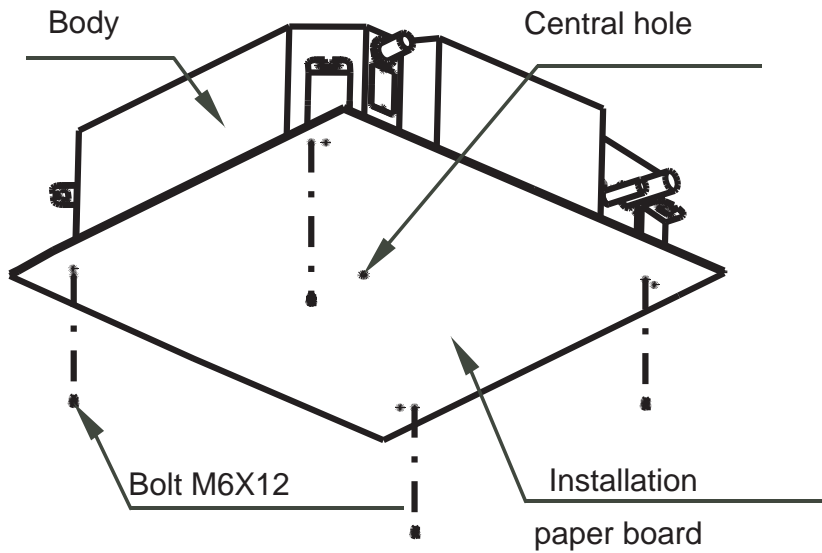
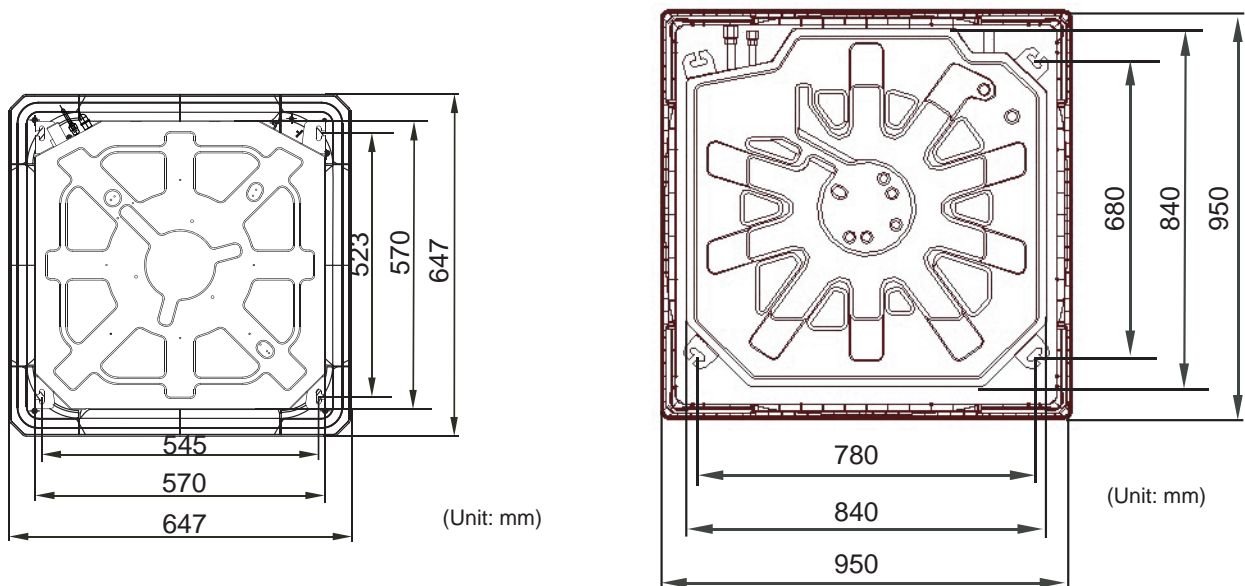

Fig.6
Fig.7
1. Utilice la plantilla de instalación (provista con el panel) para determinar la posición del bulón de suspensión. En la Fig. 6 y la Fig. 7 se indica la relación de dimensiones.